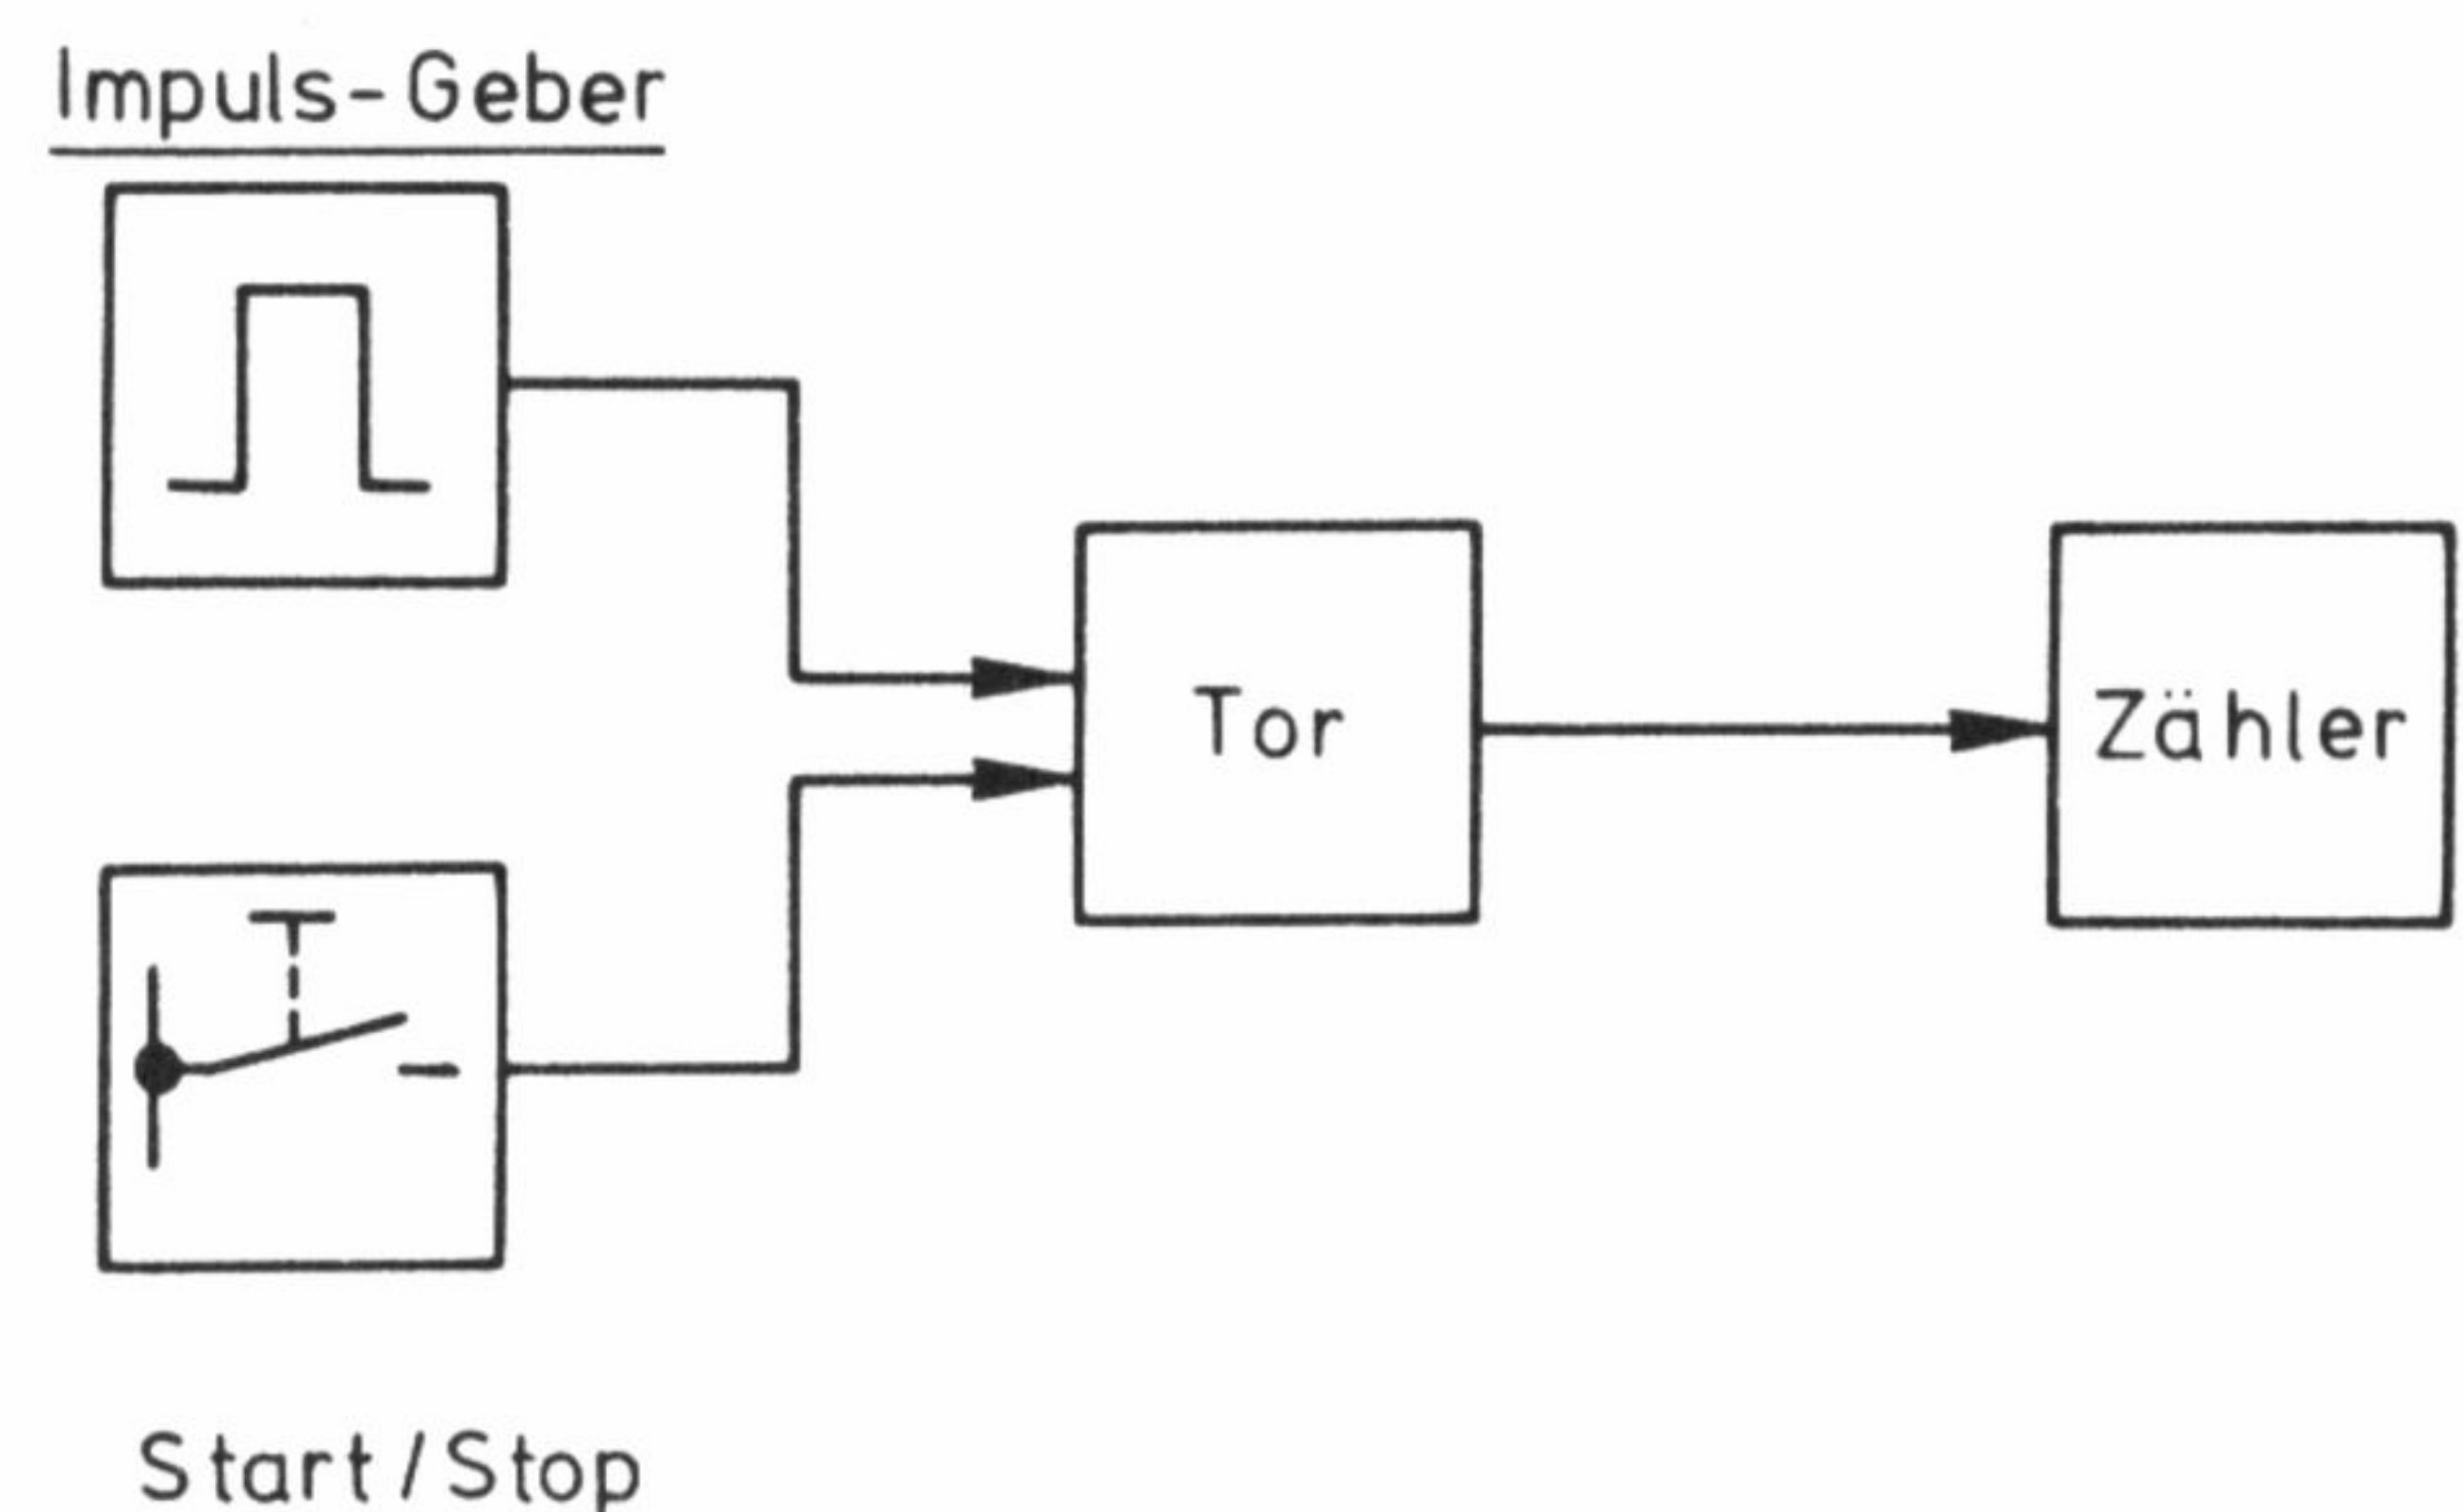

Bild 9.198: Steuerung der Stoppuhr über eine mechanische Start-Stopp-Einrichtung.
*Steuerung über die mechanische Start-Stopp-Einrichtung (Bild 9.198)*